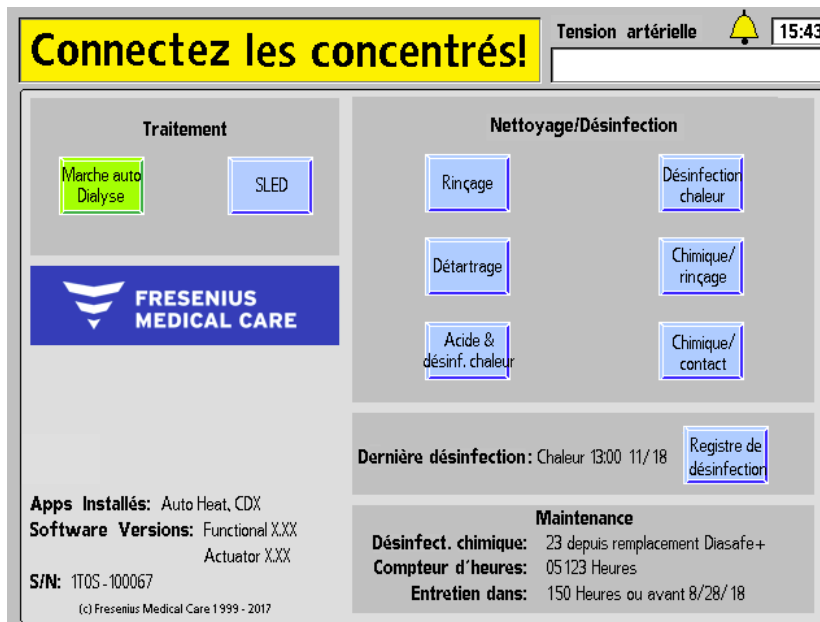

Figure 24 – Le programme Marche auto attend la connexion du concentré
- ✓ Le connecteur rouge du concentré d'acide est inséré dans le dispositif central d'alimentation en acide ou à un récipient contenant suffisamment de concentré d'acide pour la totalité du traitement; si le connecteur est encore dans son port, le bouton **Marche auto Dialyse** sera vert et le message « Connectez les concentrés » de barre d'état s'affichera, comme l'illustre la Figure 24 ci-dessus. Une fois que le connecteur est retiré de son port, l'appareil attendra jusqu'à 10 minutes pour que la